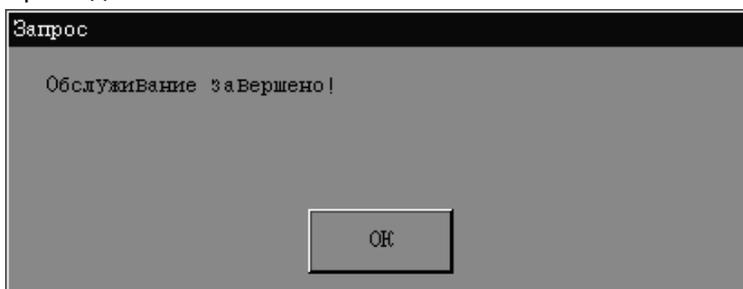

Рис. 10-14 Диалоговое окно
4. По завершении обслуживания появится диалоговое окно (Рис. 10-14). **НАЖМИТЕ «Да»**, чтобы закрыть диалоговое окно.